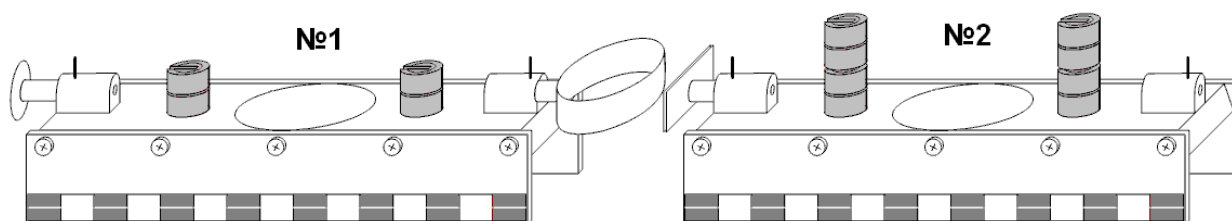

Рис.2 Внешний вид тележек, используемых в данной работе.
- ✓ Воздушный трек (1), оборудованный удерживающим электромагнитом (2) и стопором (3);
- ✓ Две тележки для воздушного трека (4), оборудованные торцевой пружиной (тележка №1) и торцевой планкой (тележка №2) – см. рис. 2;
- ✓ Видеорегистратор (5) на треноге (6) с блоком питания (7);
- ✓ Нагнетатель воздуха (8) с регулятором мощности (9);
- ✓ Наборы грузов: из пластмассы массой по 1 г; стальных массой по 100 г (10);
- ✓ Персональный компьютер с установленной программой “VideoCom Motions” (11).
9. Поставьте тележку №1 вблизи границы видимости видеореги́стратора, а тележку №2 примерно в центре воздушного трека (торцевая пружина и планка на тележках должны быть ориентированы друг к другу, как на рис. 2). Затем нажмите кнопку  или клавишу F9 - программа “VideoCom Motions” начнёт записывать и отображать график зависимости координат тележек от времени  $x(t)$  (вкладка Path программы “VideoCom Motions”). Толкните тележку №1 рукой в сторону тележки №2. После столкновения, дождитесь, когда тележки выйдут за пределы видимости видеореги́стратора, остановите измерения, повторно нажав кнопку  или клавишу F9. Подбирая начальное положение тележек, а также силу, с которой вы толкаете тележку №1, добейтесь того, чтобы момент столкновения тележек приходился на середину графика  $x(t)$ , а время движения тележек до и после столкновения было больше чем длительность удара. Между измерениями рекомендуется очищать буфер данных программы “VideoCom Motions” – для этого нажмите кнопку  или клавишу F4.